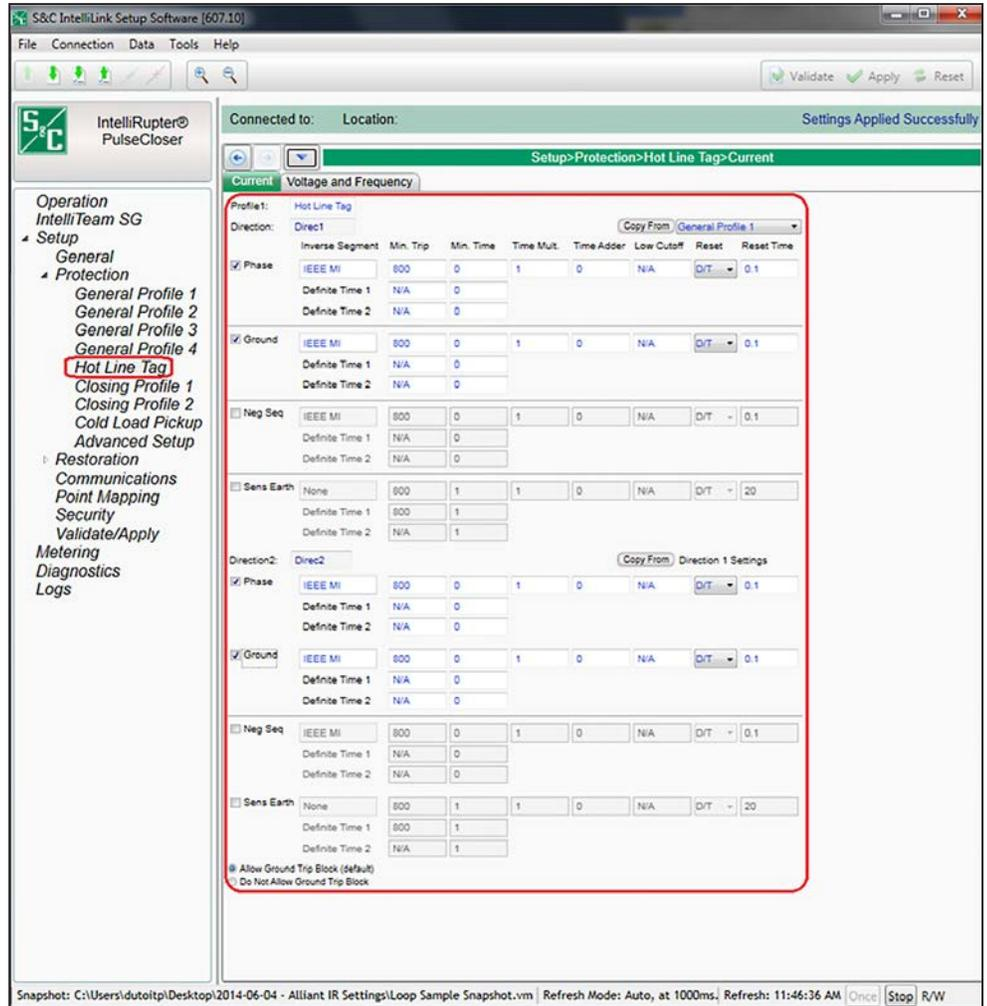

Figura 76. Tela Configurações>Proteção>Etiqueta de Linha Viva>Corrente.
PASSO 11. Ajuste as curvas TCC do modo **Hot Line Tag** (Etiqueta de Linha Viva) na tela *Setup>Protection>Hot Line Tag>Current*. Ver Figura 76.
- PASSO 1.** Na tela *Setup> Restoration>Loop*, habilite o valor-alvo **Enable Loop Restoration** (Habilitar Recomposição do Anel) para o perfil **Geral** desejado. Ver Figura 76 na página 145.
Quando o modo **Recomposição do Anel** está tomando uma decisão de fechar e recompor o alimentador, ele usa o perfil e a sequência de testes conforme programação feita na tela *Setup>Restoration>Loop>Loop Restoration Test Sequence*. Ver Figura 76 na página 145.